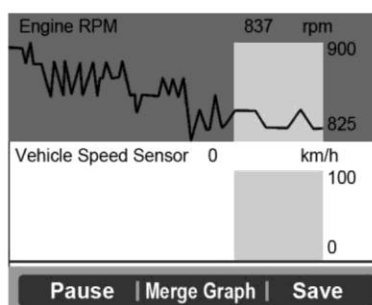

Рисунок 5-14
- Если внизу окна отображается кнопка **Merge Graph [Объединить графики]** при выборе ПИД-регулятора, возможно объединение графиков. См. рисунок 5-14